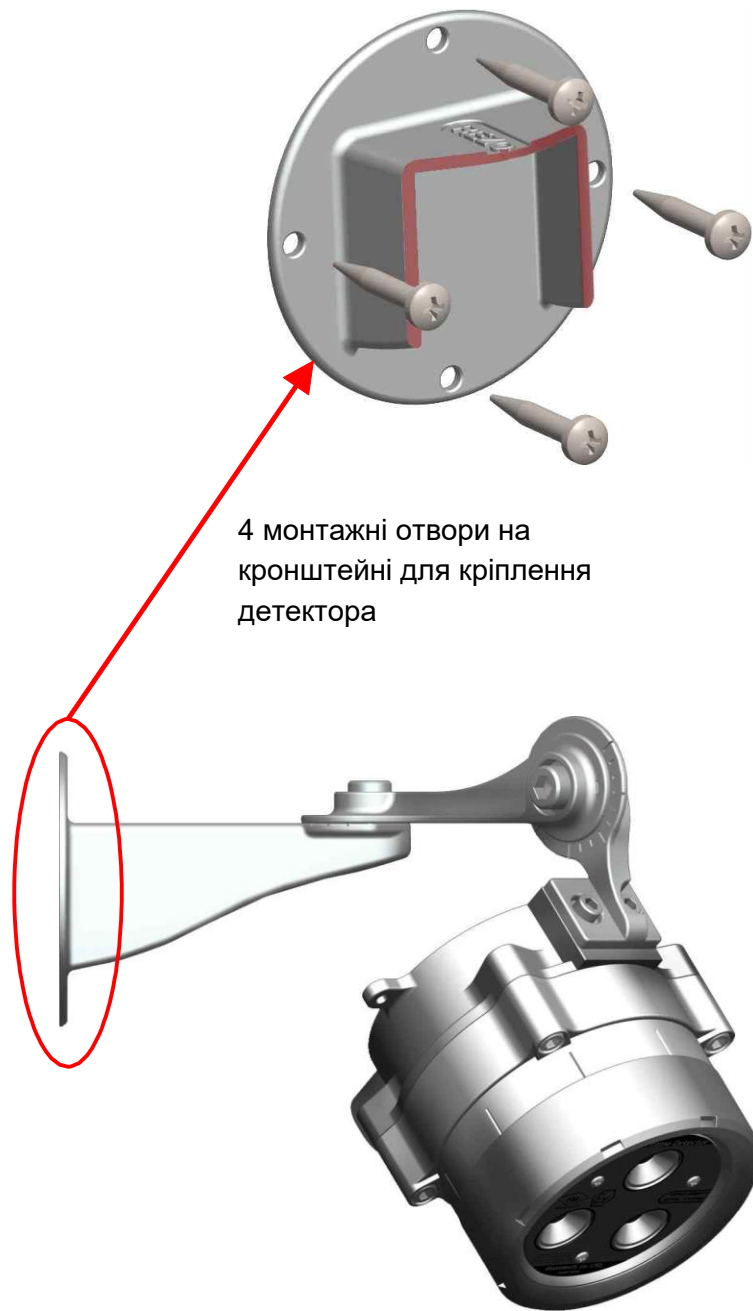

Рисунок 7. Сповіщувач і кронштейн у зборі
- Закріпіть кронштейн за допомогою 4 болтів М5×30, див. рис. 7.
- Сповіщувач можна встановити на стіну або стелю за допомогою кронштейна, див. рис. 7.